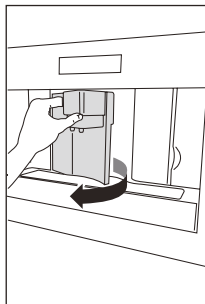
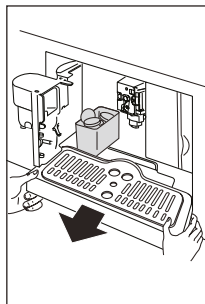

Fig. 23
Fig. 24
- Abra la puerta de servicio situada en la parte frontal del aparato (Fig. 23), extraiga la bandeja de goteo (Fig. 24) y limpie.